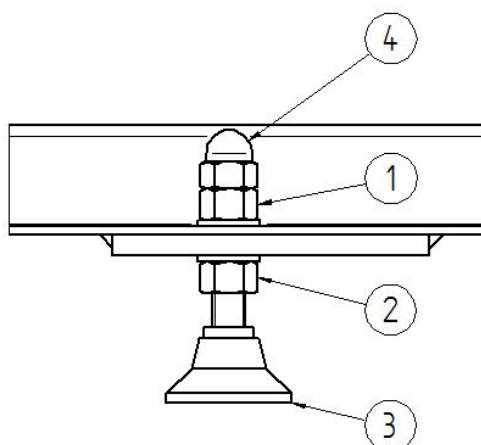

Fig. 9 – Montage sans fondations (diagramme schématique)
2. Installez les pieds de nivellement comme indiqué sur la Fig. 9.